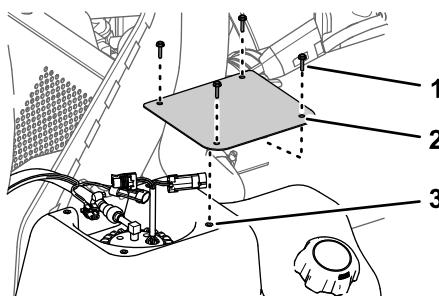

図 77
- カバーをタンク図 77に組み付けるステップ 2 燃料ポンプのカバーを外す(ページ 56)で外したねじ#10 x 3/4"4本を使用する。